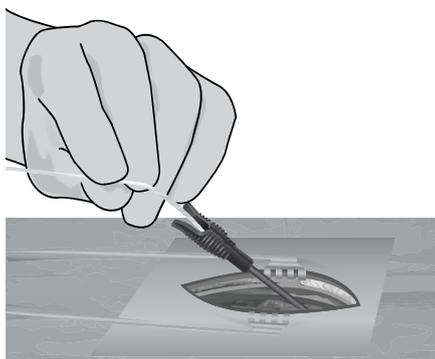

Figure 10. Insertion de la sonde Infinion CX ou Infinion Pro
11. Insérez doucement la sonde dans l'aiguille à fente, en orientant l'extrémité distale de la sonde vers la lumière de l'aiguille (voir Figure 10).
12. Faites progresser la sonde jusqu'au niveau vertébral approprié sous contrôle radioscopique. Une longueur de sonde suffisante (au moins 10 cm ou l'équivalent de 3 vertèbres) doit se trouver dans l'espace épidural afin de faciliter la stabilisation de la sonde (voir Figure 10).